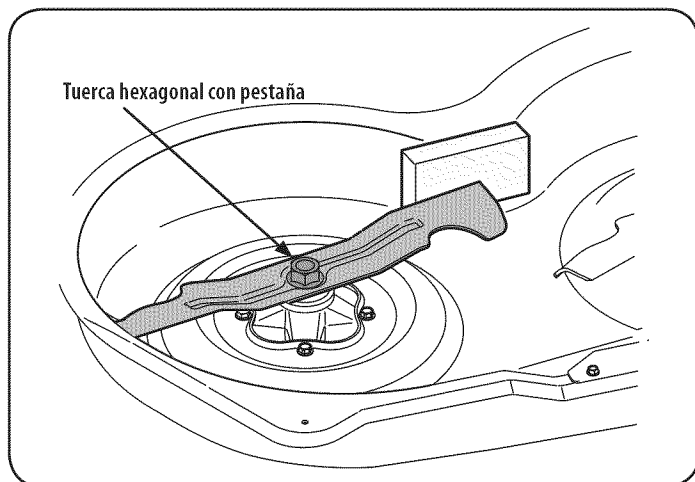

Figure 28
2. Coloque un bloque de madera entre el centro y el deflector de la vivienda cubierta de la cuchilla de corte para actuar como un estabilizador. Véase la Figure 28.
3. Quite la tuerca hexagonal brida que sujeta la hoja a la Asamblea del husillo. Véase la Figure 28.